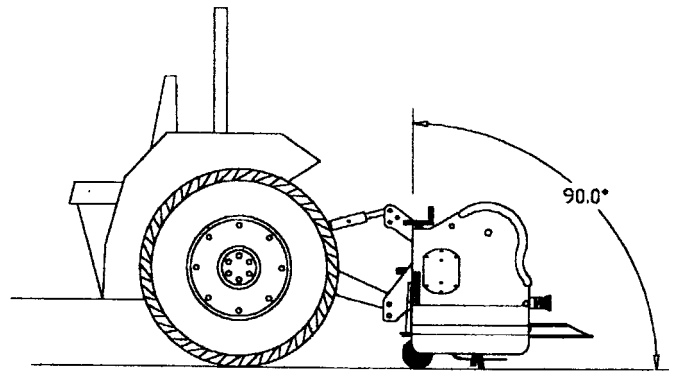

Fig. 8
6. Ridurre o aumentare la lunghezza dell'attacco superiore per mettere l'arieggiatore in verticale (Fig. 8). Usare la cassetta di livello in modo che l'arieggiatore sia equilibrato quando viene sollevato (visto dal davanti).